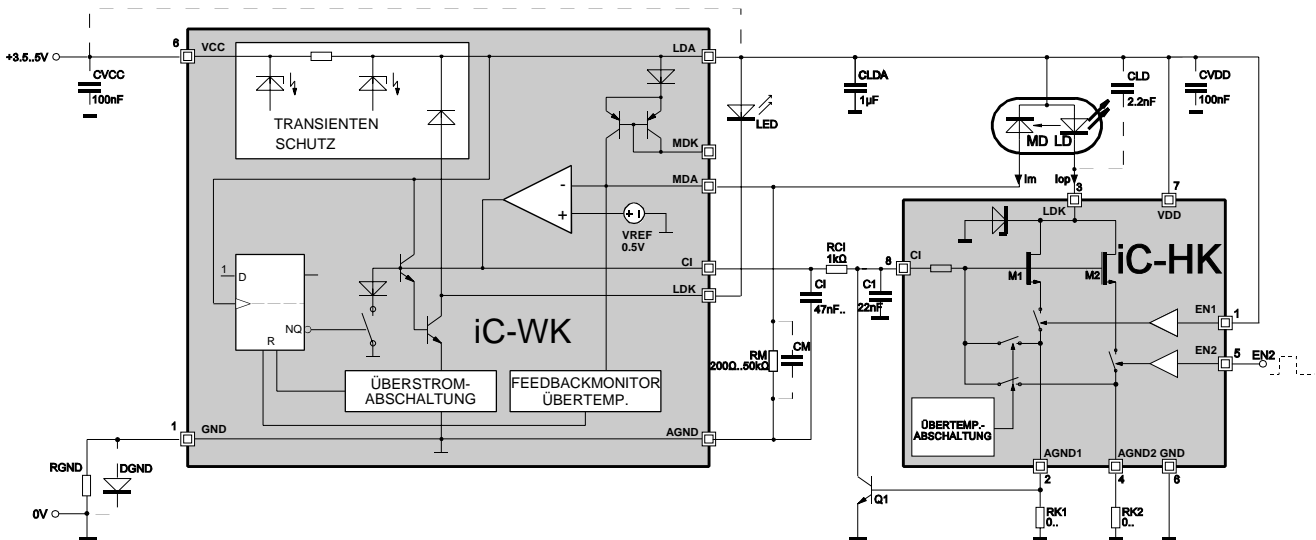

Bild 19: Laserstrombegrenzung ohne Abschaltung des iC-WK
Eine andere Möglichkeit, einen Überstromschutz zu realisieren, zeigt Bild 19. Bei steigendem Strom durch RK1 steuert die an diesem Widerstand abfallende Spannung den Transistor Q1 auf, was die Spannung an CI verringert und somit den Laserstrom reduziert. iC-WK wird dabei nicht abgeschaltet.
iC-HK kann in einem sehr breiten Bereich von CW-Anwendungen bis hin zu Anwendungen mit mehr als 150 MHz eingesetzt werden. Hierfür wurden sehr schnelle Schalter integriert, die passend abgeblockt werden müssen, um Schwingungen zu vermeiden. Aus diesem Grunde ist eine kleine Abblockkapazität am iC-WK zwischen Pin 2 (CI) und 3 (AGND) erforderlich sowie am Pin 4 (CI) des iC-HK (s. Bild 19). Eventuell hilft auch eine Vergrößerung der Kapazität CLDA, um einer Schwingungsneigung entgegen zu wirken.